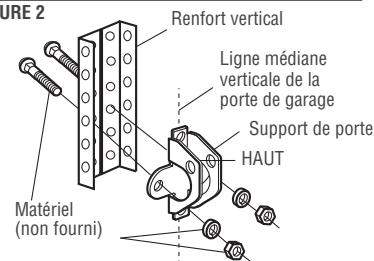

FIGURE 3
- Percez des trous de fixation de 3/16 po. Fixez le support de porte à l'aide des vis autotaraudeuses. (Figure 3)